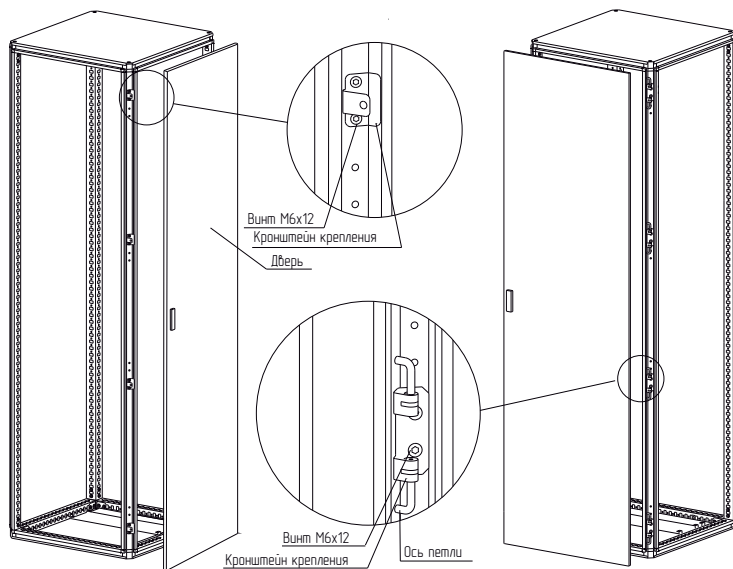

Рисунок 1
4.1.2 Закрепить петли на каркасе на левой или правой стойке. На рисунке для примера изображено правое крепление петель (рисунок 1). Для крепления использовать винты самонарезающие М6×12. Момент затяжки – 7 Н·м.